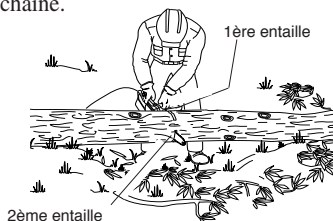

Figure 14 - Tronçonnage d'une bille soutenue aux deux extrémités
1. Faire la première entaille à partir du dessus de la bille. (voir la Figure 14) Scier sur le tiers du diamètre de la bille. Cette entaille permet d'éviter la production d'éclats de bois.